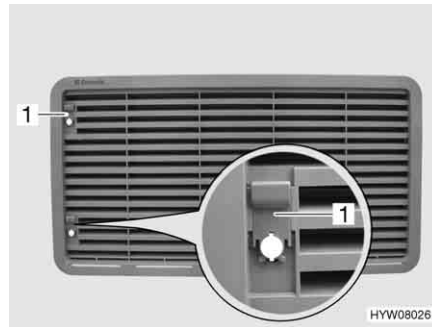

Fig. 125 Griglia di aerazione del frigorifero (con cursore)
- Spingere il cursore (Fig. 125,1) verso l'alto.